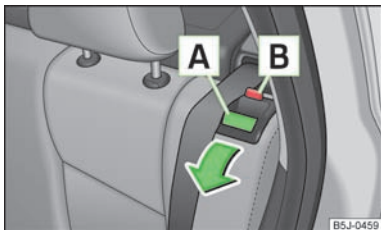

Abb. 39
- Durch Drücken des Sicherungsknopfes **A** » Abb. 39 die Sitzlehne entriegeln und nach vorn neigen.